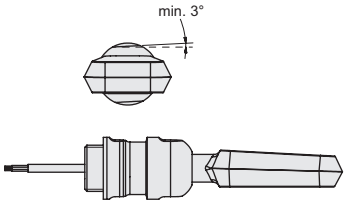

Bild 3: pms-Sensor mit Sensorverschraubung BF-pms/A1, alle Flächen mind. 3° geneigt
- Sensor in die Sensorverschraubung BF-pms/A1 einführen und ausrichten (vgl. Bild 3 bis Bild 5). Hutmutter festziehen (max. Anzugsdrehmoment 30 Nm).
- Wird der Sensor gereinigt, müssen alle ebenen Flächen des Sensor und der Montagehalterung mindestens 3° aus der Waagerechten geneigt sein, damit die Reinigungsflüssigkeit sicher abfließen kann (vgl. Bild 3 bis Bild 5). Es besteht die Gefahr, dass Kondensat bzw. Tropfwasser vom Sensor und der Montagehalterung in den Produktbereich herabtropfen kann.